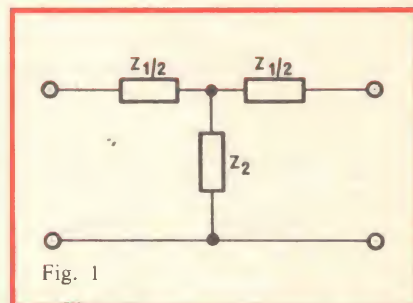

Fig. 1
a) filtri a T simmetrico (fig. 1) che corrisponde alla forma di questa lettera e che si compone di due elementi  $Z_{1/2}$  in serie e di un elemento in derivazione  $Z_2$ ;